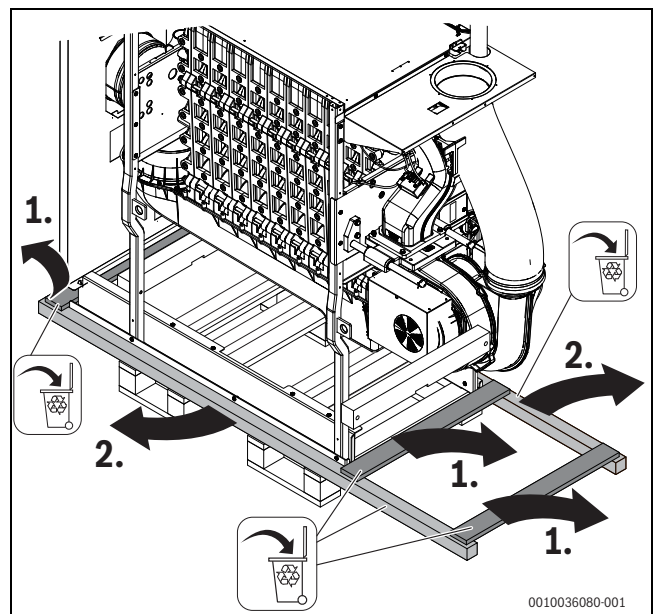

Рис. 13 Снятие фиксирующих планок с поддона (примерное изображение)
- ▶ Удалите переднюю и заднюю поперечные планки с поддона (→Рис. 13).
- ▶ Удалите 2 продольные планки с поддона (→Рис. 13).